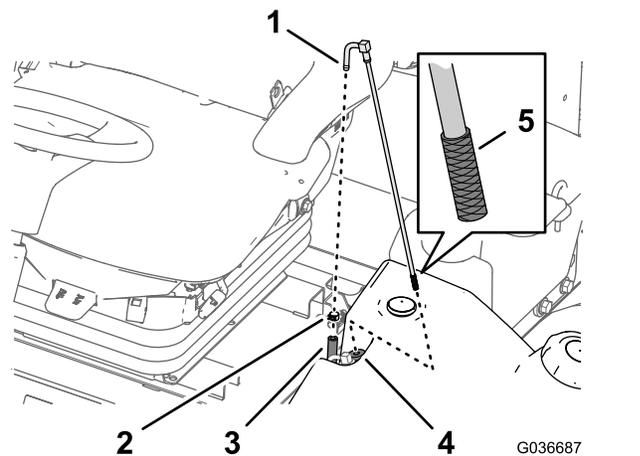

図 46
1. 燃料供給ホースを燃料供給チューブに固定しているホースクランプを外す図 46。
2. フィッティングからホースを取り外す図 46。
3. 燃料タンクから燃料供給チューブを取り出す図 46。
4. 燃料供給チューブの端部のスクリーンにたまっているごみをいねいに取り除く図 46。
5. ゴム製ブッシュを通して燃料タンク内部へ燃料供給チューブを挿入する図 46。